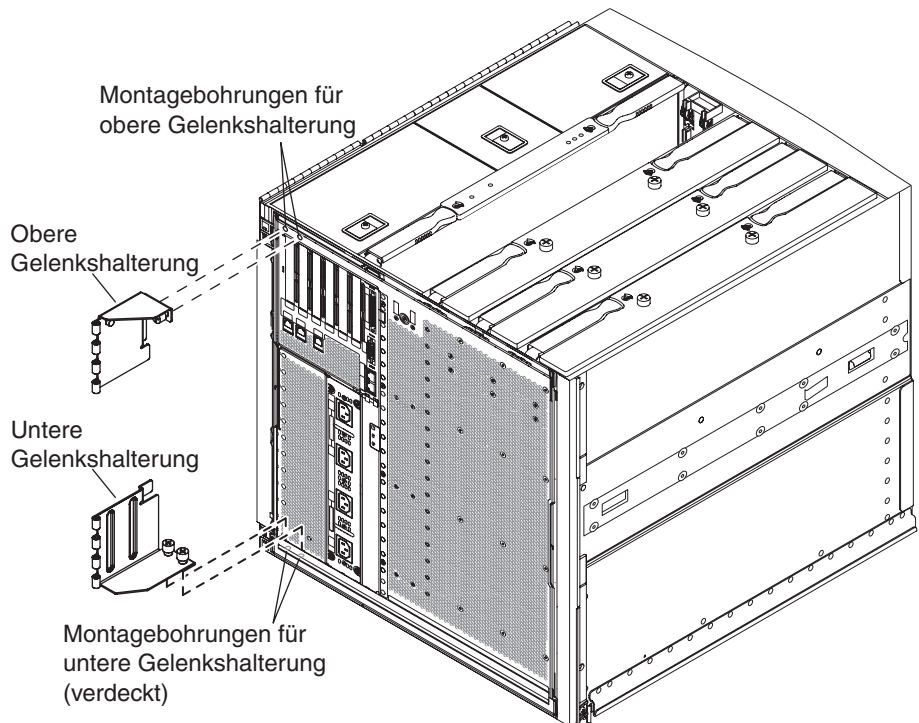
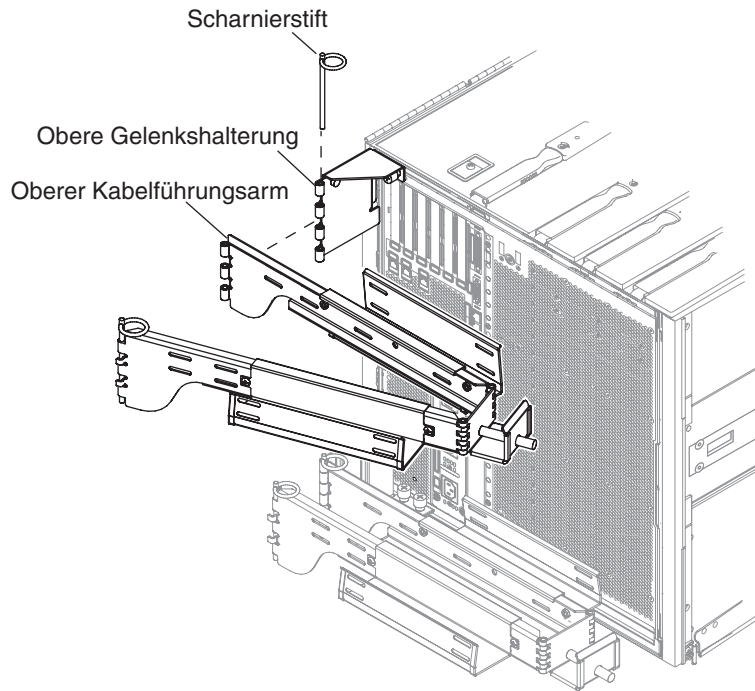
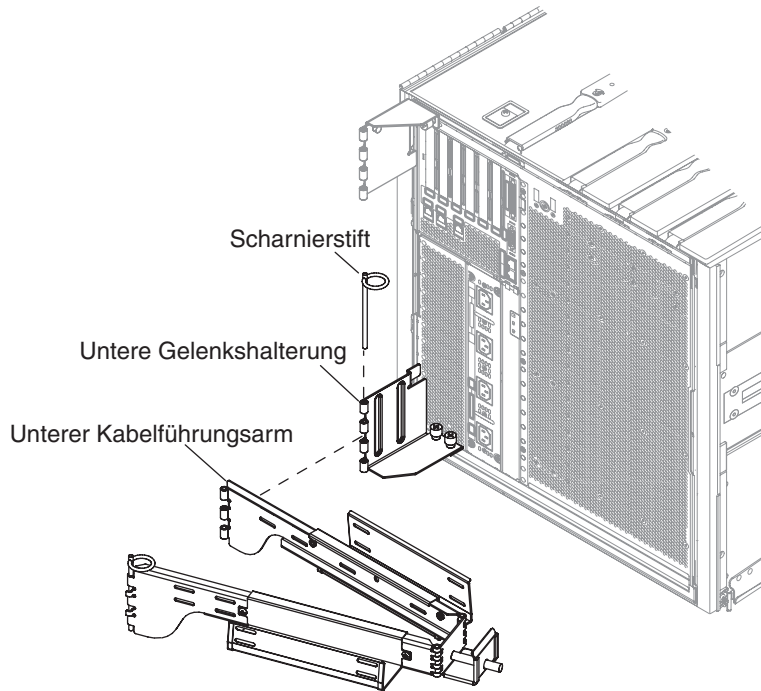

ABBILDUNG 1-20 Montagebohrungen für die obere/untere Gelenkhalterung
ABBILDUNG 1-21 Befestigen des oberen Kabelführungsarms und der Gelenkhalterung
ABBILDUNG 1-22 Befestigen des unteren Kabelführungsarms und der Gelenkhalterung
2. Befestigen Sie die Gelenkhalterung mit den beiden unverlierbaren Schrauben an der linken oberen Ecke des Servergehäuses. Informationen hierzu finden Sie unter ABBILDUNG 1-20 und ABBILDUNG 1-21.
4. Befestigen Sie die Gelenkhalterung mit den beiden unverlierbaren Schrauben an der linken unteren Ecke des Servergehäuses. Informationen hierzu finden Sie unter ABBILDUNG 1-20 und ABBILDUNG 1-22.